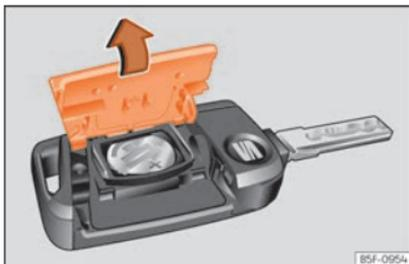

Fig. 83 Chave do veículo: abertura da tampa do compartimento da pilha
- Retire a tampa na parte traseira da chave do veículo »»» **Fig. 83** na direção da seta »»» ❶.
- Coloque a tampa tal como se mostra »»» **Fig. 83** e pressione-a na carcaça da chave do veículo, no sentido contrário ao da seta, até que encaixe.